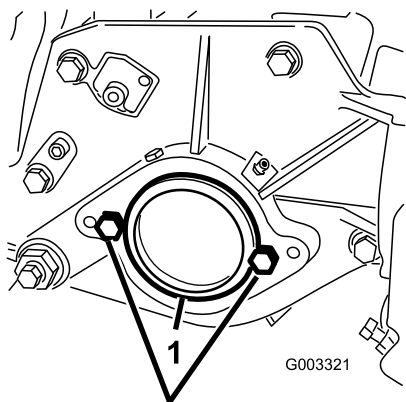

Figura 7
3. En el extremo derecho de la unidad de corte, retire el tapón de plástico del alojamiento del cojinete (Figura 7).
4. Retire los 2 pernos de la chapa lateral derecha (Figura 7).
2. Pernos (2)
6. Instale provisionalmente los 2 pernos de montaje del motor del molinete a la chapa lateral izquierda de la unidad de corte (Figura 7).